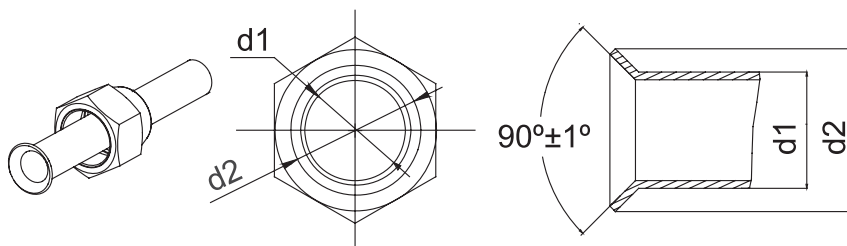

Abb. 13
4. Überprüfen Sie, ob der aufgeweitete Bereich gleichförmig ist und keine Risse aufweist (siehe Abb. 13).